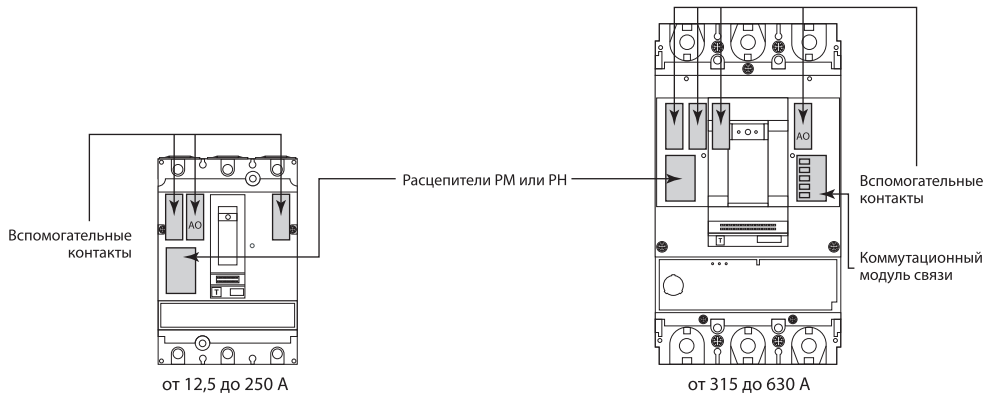

Рисунок 18. Дополнительное оборудование для выключателей ВА89 от 100 до 630 А
6.16. Автоматы BA89-37, оборудованные коммутационным модулем связи (см. рис. 18), осуществляют дистанционное диспетчерское управление, обмен данными и контроль состояния через сеть MODBUS RTS.